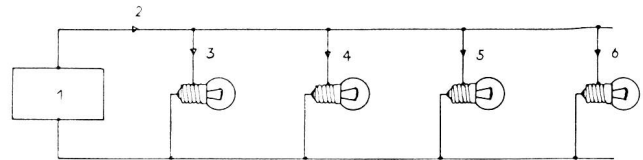

Fig. 5 1 Générateur
A. Montage en parallèle (fig. 5)